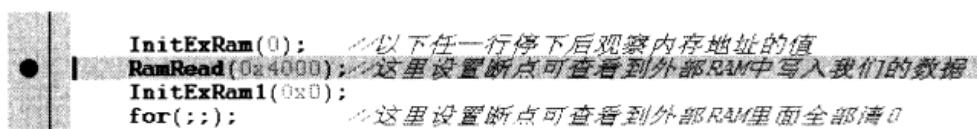

图 7-11 设置断点
- ② 向外部 RAM 写数据,数据为 0,1,2…递增的整数。
- ③ 读取内存空间的数据。
- ④ 给外部 RAM 空间清 0,向外部 RAM 每个地址空间写 0。
(2) 手把手操作
① 将共享资料内 ExRam 文件夹复制到 CCS 安装目录下的 MyProjects 文件夹内, ExRam 文件夹的路径为:“共享资料\TMS320F2812 例程\第7章\7.4\ExRam”。
② 启动 CCS3.3, 右击 View Project 栏内的 Projects, 在所弹出的快捷菜单中选择 Open Project。CCS3.3 弹出工程打开的对话框, 找到 MyProjects 文件下的 ExRam 文件夹, 找到 ExRam.pjt, 选中后单击“打开”按钮。
③ 单击工具栏上的 Rebuild All 按钮, 对 ExRam.pjt 进行编译。
④ 打开菜单栏中的 Debug 菜单, 执行 Connect 命令, 使得 CCS3.3 和 DSP 建立链接。
⑤ 打开菜单栏中的 File 菜单, 执行 Load Program 命令。CCS3.3 弹出 Load Program 对话框, 在 Debug 文件夹下找到 ExRam.out 文件, 单击“打开”按钮。
⑥ 打开菜单栏中的 Debug 菜单, 执行 GO Main 命令。
⑦ 在如图 7-11 所示的地方设置一个断点, 单击 Run 按钮, 运行程序。